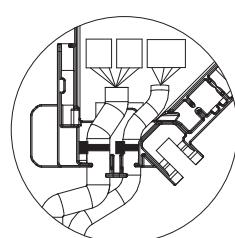

Fig. 10-15
- i-see Sensörünü sabitleyen bantın ve sinyal alıcı bağlantı kablosunun konektör kutusu içine konumlandığından emin olun. (Fig. 10-15)